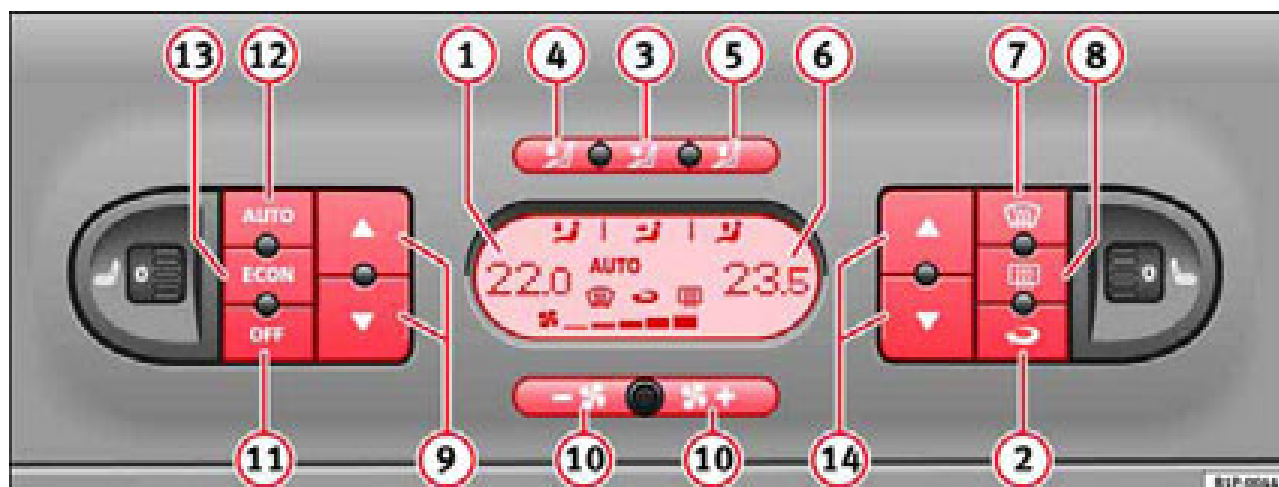

Fig. 109 Mandos del 2C-Climatronic en el tablero de instrumentos
- Para activar el modo manual pulse una de las teclas ⇒ **página 152, fig. 109 3 al 5**, la tecla **ECON** o pulse las teclas de la turbina **10**. El símbolo **AUTO** desaparecerá del display.
- Pulse la tecla  ⇒ **página 152, fig. 109 ** para conectar o desconectar la recirculación de aire. Está conectada si en el display aparece el símbolo .